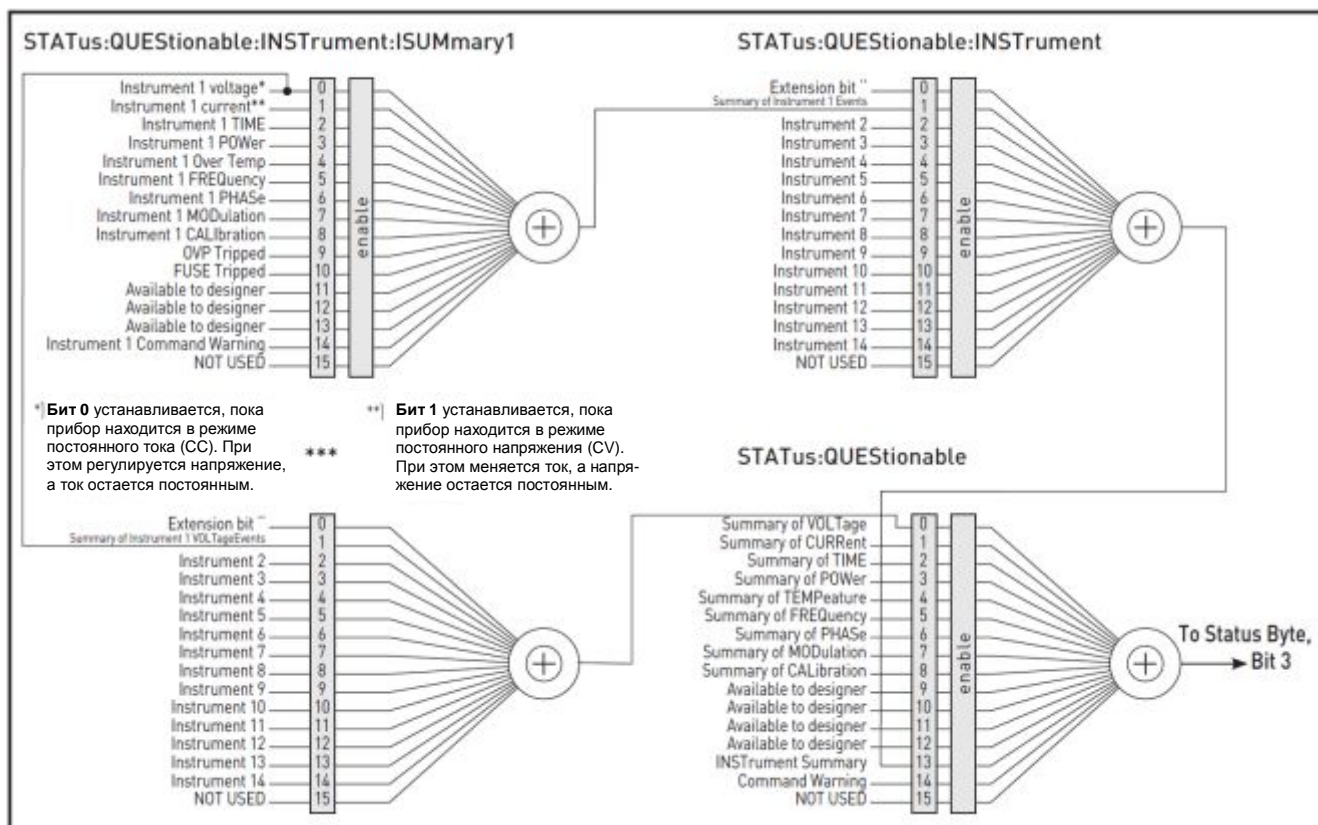

Рис. 6.2 – Структура регистра состояния
6.7 Структура регистра состояния (см. рис. 6.2)